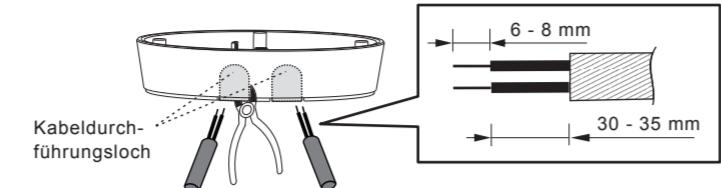

Abb. 14
4.4.3.2 Um Stromkabel durch die Seite der Abzweigdose zu führen, verwenden Sie eine Zange, um die vorgestanzten Kabeldurchführungslöcher aufzubrechen. Stecken Sie anschließend die Kabel in die Abzweigdose, und führen Sie sie durch die Löcher. Trennen Sie zur Verkabelung 6 - 8 mm der Kabelummantelung ab (s. Abb. 14).